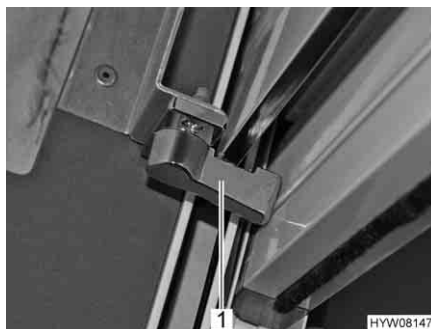

Fig. 53 Chiusura di sicurezza oscurante a rullo
- Sui entrambi i lati, ruotare spingendo in avanti la chiusura di sicurezza (Fig. 53,1).
- Sui entrambi i lati, ruotare spingendo indietro (Fig. 53) la chiusura di sicurezza (Fig. 53,1).